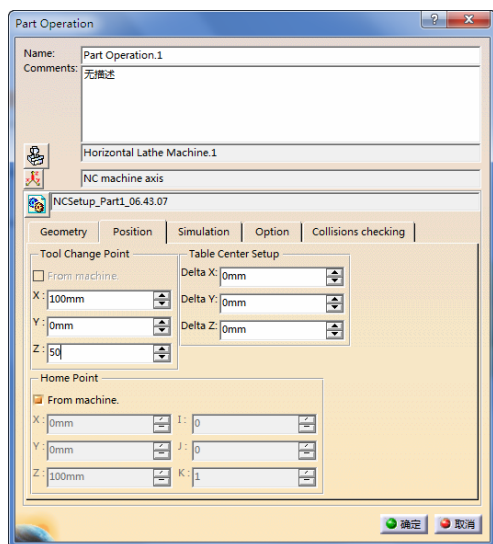

图 7-75 定义换刀点 (2)
6) 定义换刀点 (2)。选择“Part Operation.1”对话框中的“Position”选项卡，然后设置相关参数如图 7-75 所示。单击“Part Operation.1”对话框完成定义换刀点操作。